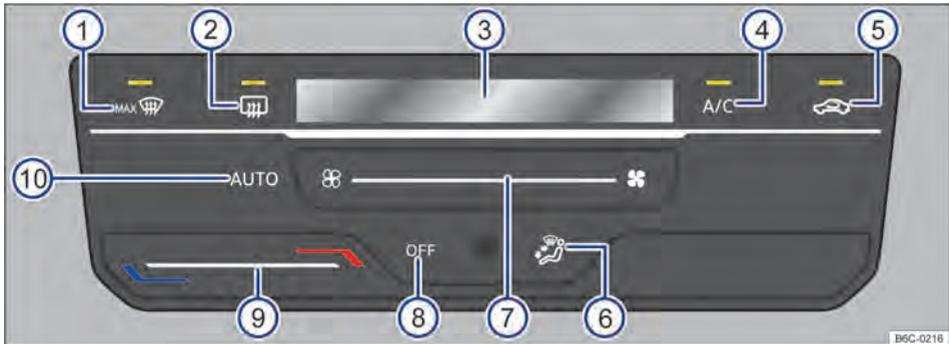
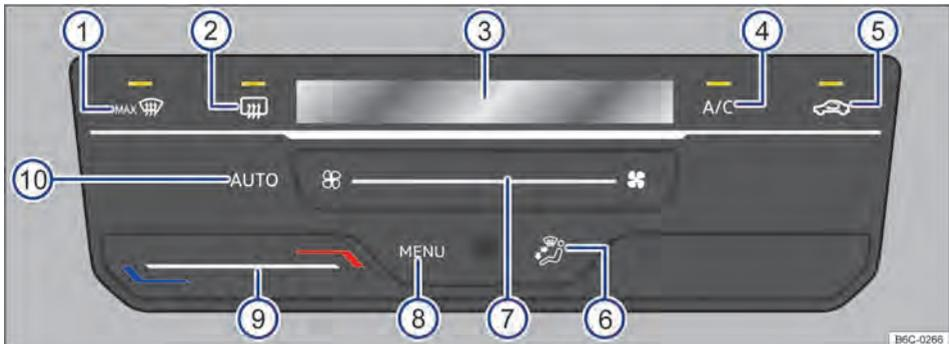

Fig. 82 Mandos del Climatronic (variación 1).
Fig. 83 Mandos del Climatronic (variación 2)
- Tocar el botón de función **OFF** / → fig. 82
- **O** Deslizar el dedo hacia la izquierda bajo el botón de función → fig. 83 , después presionar la tecla  de la extremidad izquierda.
Tocando la superficie funcional **AUTO** → fig. 82  se puede encender el modo automático del Climatronic.
ción se cambia manualmente → fig. 82 o → fig. 83  o cambiando la distribución del aire a través de la superficie de función → fig. 82 o → fig. 83 .
- Tocar el botón de función **A/C** → fig. 82 o → fig. 83  para conectar y desconectar el funcionamiento de la refrigeración.
- Deslizar el dedo bajo el botón de función → fig. 82 o → fig. 83 .
En la pantalla del Climatronic → fig. 82 o → fig. 83  se indica la temperatura ajustada. ▶
- Deslizar el dedo bajo el botón de función → fig. 82 → fig. 83 (7).
- Tocar el botón de función  → fig. 82 o → fig. 83 (5).
- Tocar el botón de función → fig. 82 o → fig. 83 (6) para la ubicación deseada, la distribución seleccionada se indicará en la pantalla (3).
- Tocar el botón de función  → fig. 82 o → fig. 83 (1).
- Tocar el botón de función  → fig. 82 o → fig. 83 (2).
Para vehículos con el VW Play, presionar **MENÚ** → fig. 83 (8), para abrir el menú del aire acondicionado en el radio.